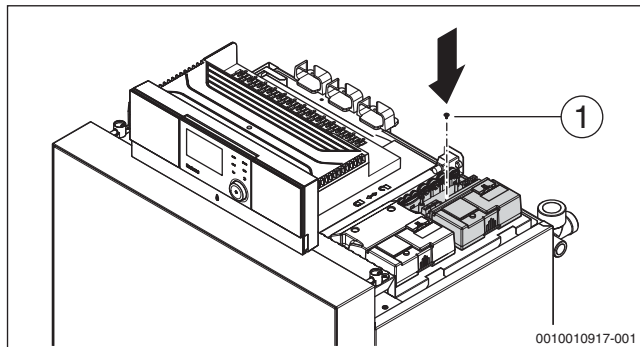

Bild 33 Funktionsmodul verschrauben
- Funktionsmodul mit Modulträger verschrauben (→Bild 33).